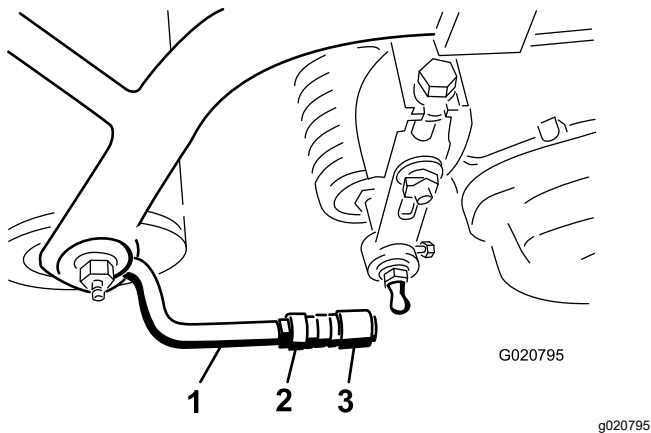

図 7
- 5. ソケットの口をボールスタッドに向けてソケットをボールジョイントに嵌め、ジャムナットを締めて固定する 図 7。